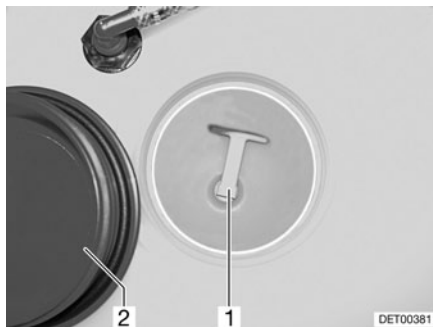

Fig. 156 Couvercle de fermeture du bec de remplissage d'eau fraîche
- Dévisser le couvercle de fermeture (Fig. 156,2) du réservoir d'eau.
- Retirer le bouchon de fermeture (Fig. 156,1) de l'ouverture de vidange. L'eau s'écoule.